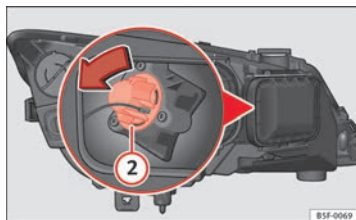

Fig. 143 Ampoule du clignotant
- Tournez le support d'ampoule ⇒ fig. 143 ② vers la gauche puis tirez.